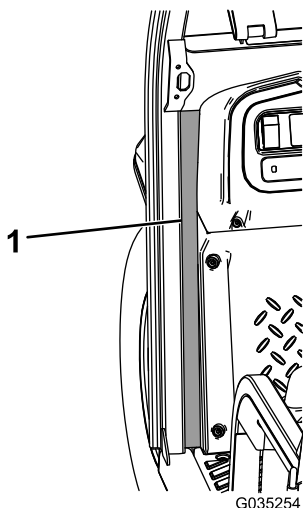

Bild 15
11. Entfernen Sie das Trägermaterial von Schaumstoffdichtungen vorne rechts und vorne links und bringen Sie die Dichtungen an der Maschine an (Bild 15).